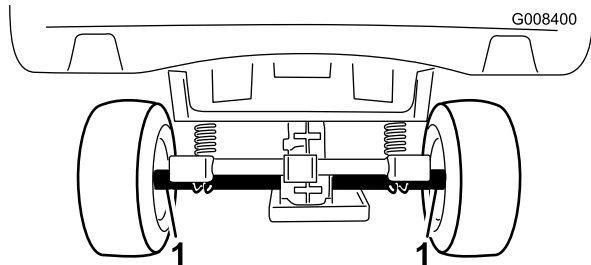
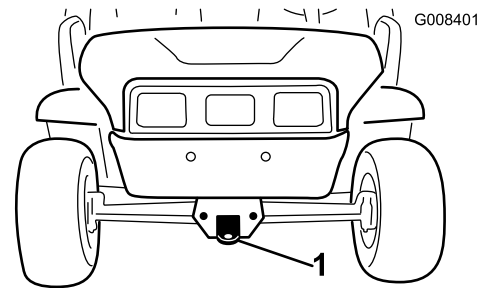

Figura 17
Figura 18
remolque. Consulte en Figura 17 y Figura 18 la ubicación de los puntos de amarre.
2. Conecte un cable de remolque al punto de remolque, en la parte delantera del bastidor (Figura 18).